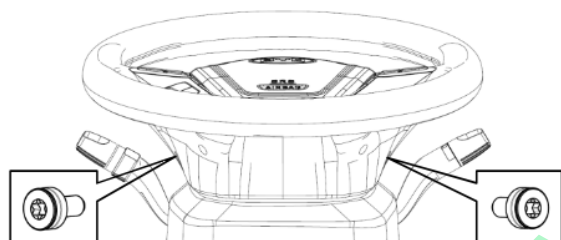

图 10
①通过转向盘两侧的小圆孔用工具松开两个内六角螺钉。如图 10 所示。